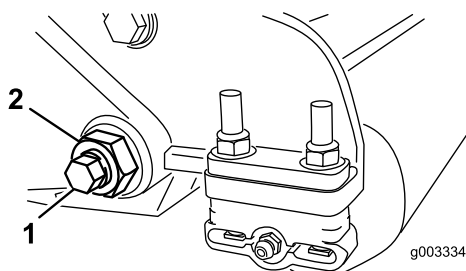
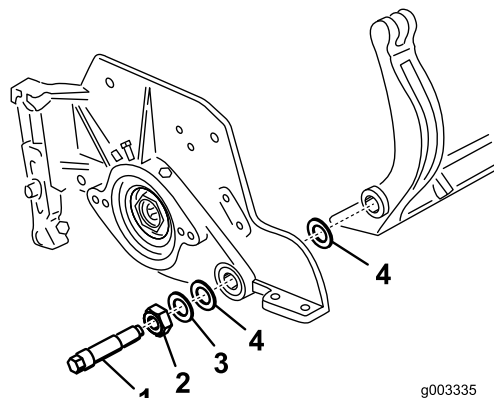

Figure 30
Figure 31
3. De chaque côté de la machine, desserrez le contre-écrou de fixation du boulon de la barre d'appui (Figure 30).
(Figure 30). Mettez de côté les 2 rondelles en nylon et la rondelle en acier estampée situées de chaque côté de la barre d'appui (Figure 31).
2. Fixez la barre d'appui sur chaque plaque latérale avec les boulons (munis d'écrous) et 6 rondelles. Une rondelle en nylon doit être placée de chaque côté du bossage de la plaque latérale. Placez une rondelle en acier à l'extérieur de chaque rondelle en nylon (Figure 31). Serrez les boulons de la contre-barre à un couple de 37 à 45 Nm. Serrez les contre-écrous jusqu'à ce que les rondelles d'acier extérieures cessent de tourner et que le jeu axial soit supprimé, mais ne serrez pas excessivement et ne faites pas fléchir les plaques latérales. Les rondelles peuvent présenter un espace à l'intérieur.